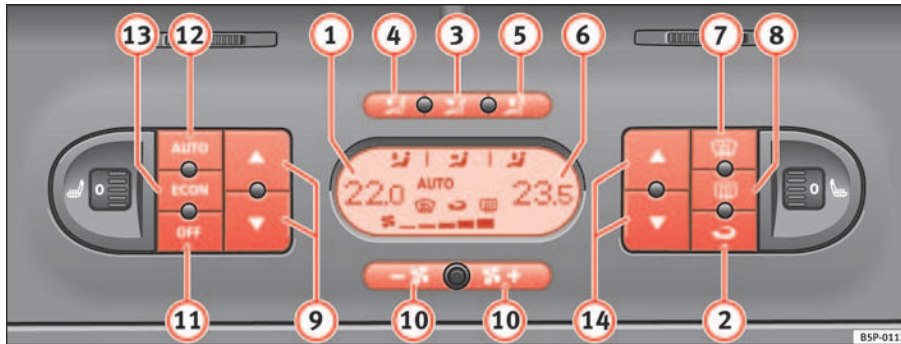

Abb. 126 In der Instrumententafel: Bedienelemente 2C-Climatronic
- Drücken Sie die Tasten der Temperaturregulierung ⇒ Seite 161, Abb. 126 9) oder 14) zur Einstellung der Temperatur auf der linken bzw. rechten Seite.
- Drücken Sie die Taste  ⇒ Seite 161, Abb. 126. Am Display erscheint die Anzeige „AUTO“.